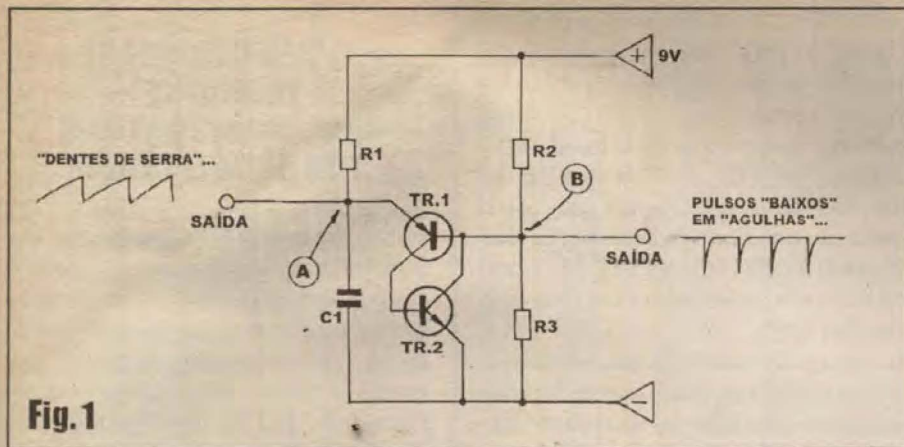
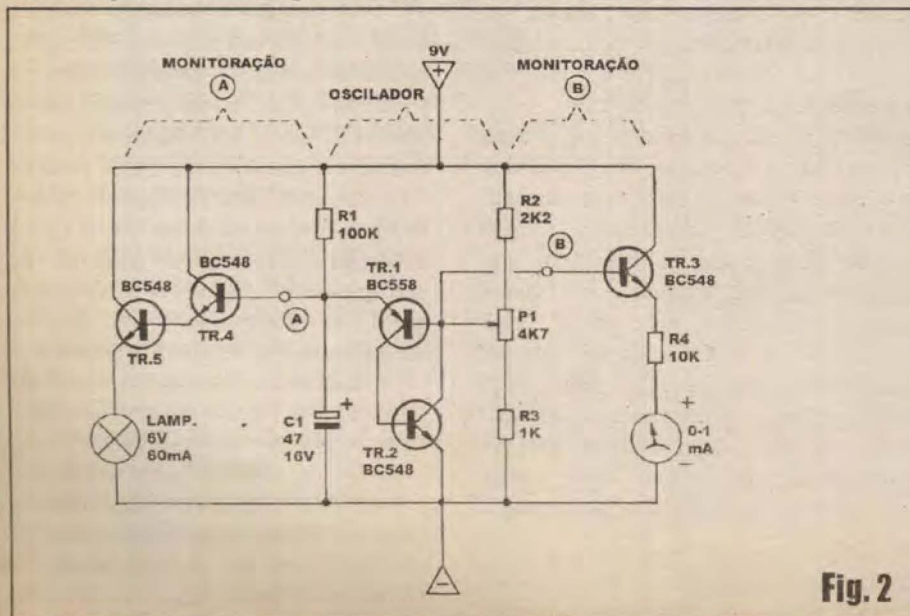

Fig. 1
Fig. 2
- FIG. 1 - ESTRUTURA DO CIRCUITO E SEU FUNCIONAMENTO - Ao contrário do ASTÁVEL já visto, a estrutura bi-transistorizada básica do OSCILADOR DE RELAXAÇÃO é baseada em transistores de polaridades opostas: um PNP e um NPN (os ASTÁVEIS, simétricos em sua estrutura dinâmica, usam dois transistores de idêntica polaridade, ou dois NPN, ou dois PNP, lembram-se...?). O princípio de operação, contudo, é tão fácil de compreender quando o dos módulos já
O intenso e rápido processo de "avalanche", no qual a interação entre os dois transistores se auto-amplifica muito rapidamente, é chamado de *regeneração por realimentação positiva*, fenômeno também aproveitado em outros "modelos" de osciladores (que eventualmente veremos no futuro...). Observando o esqueminha básico (FIG. 1), vemos que duas formas de onda distintas e características são obtidas num módulo de OSCILADOR DE RELAXAÇÃO: o já mencionado "dente de serra" no ponto A e uma série de pulsos baixos, em agulha (muito estreitos) no ponto B.
**- FIG. 2 - UM CIRCUITO PRÁTICO DE OSCILADOR DE RELAXAÇÃO, PARA DEMONSTRAÇÃO & EXPERIÊNCIA** - Conforme é costume aqui no D.C.E., vamos à realização de um circuitinho prático, de modo que se possa acompanhar, "ao vivo", o funcionamento do módulo teoricamente descrito... Aconselhamos ao caro leitor/aluno a montagem do arranjo num *proto-board*, para total reaproveitamento dos componentes e maior facilidade nas experimentações... No caso, notar que TR3, TR4 e TR5 nada tem a ver com a estrutura básica do OSCILADOR DE RELAXAÇÃO... Eles apenas estão lá para promover as necessárias ampliações das saídas disponíveis no módulo (rever FIG. 1), de modo que seja possível acompanhar visualmente as manifestações via pequena lâmpada e um medidor (galvanômetro de 0-1 mA). TR4 e TR5 estão dispostos como *seguidores de*